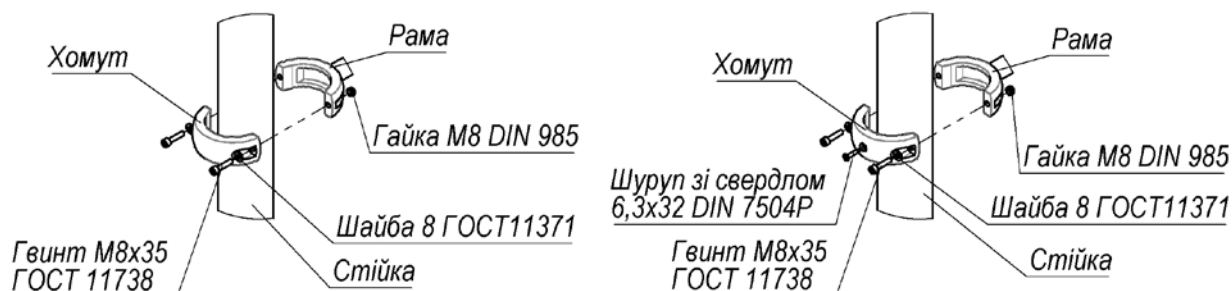

Рисунок 2 – Схема установки комплектующих элементов
- 3) Встановити основні стійки, довжиною 3205мм, з'єднати між собою навісними елементами див. додаток, рисунок 2 в залежності від типу хомута.